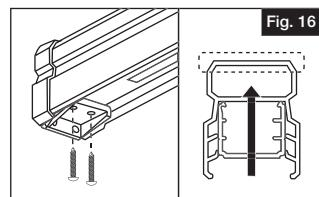

Fig. 16
- b. En se servant des trous dans le support comme guide, percer deux trous de 1/8 po (3,2 mm) sous la main courante. Enfoncer deux vis de 1-5/8 po (41,3 mm) dans les trous afin d'attacher le support, la section de rampe et la main courante (Fig. 16). S'assurer que les trous ne passent pas à travers la surface de la main courante.